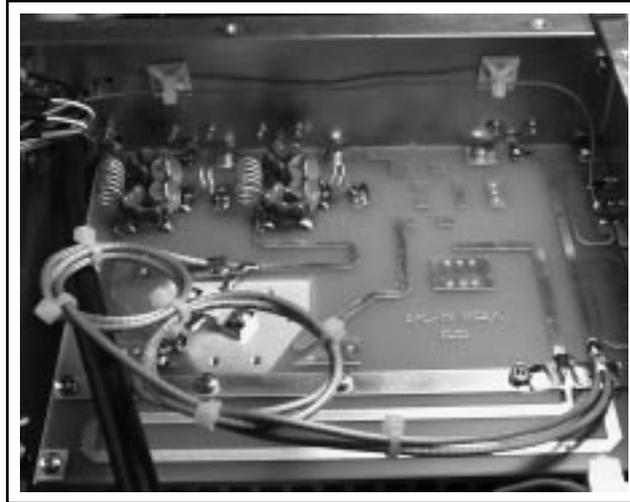

Figura 4
- 6) Regolare le capacità variabili (1) e (2), relative al primo amplificatore (Figura 4) in modo da massimizzare la potenza diretta misurata dall'accoppiatore